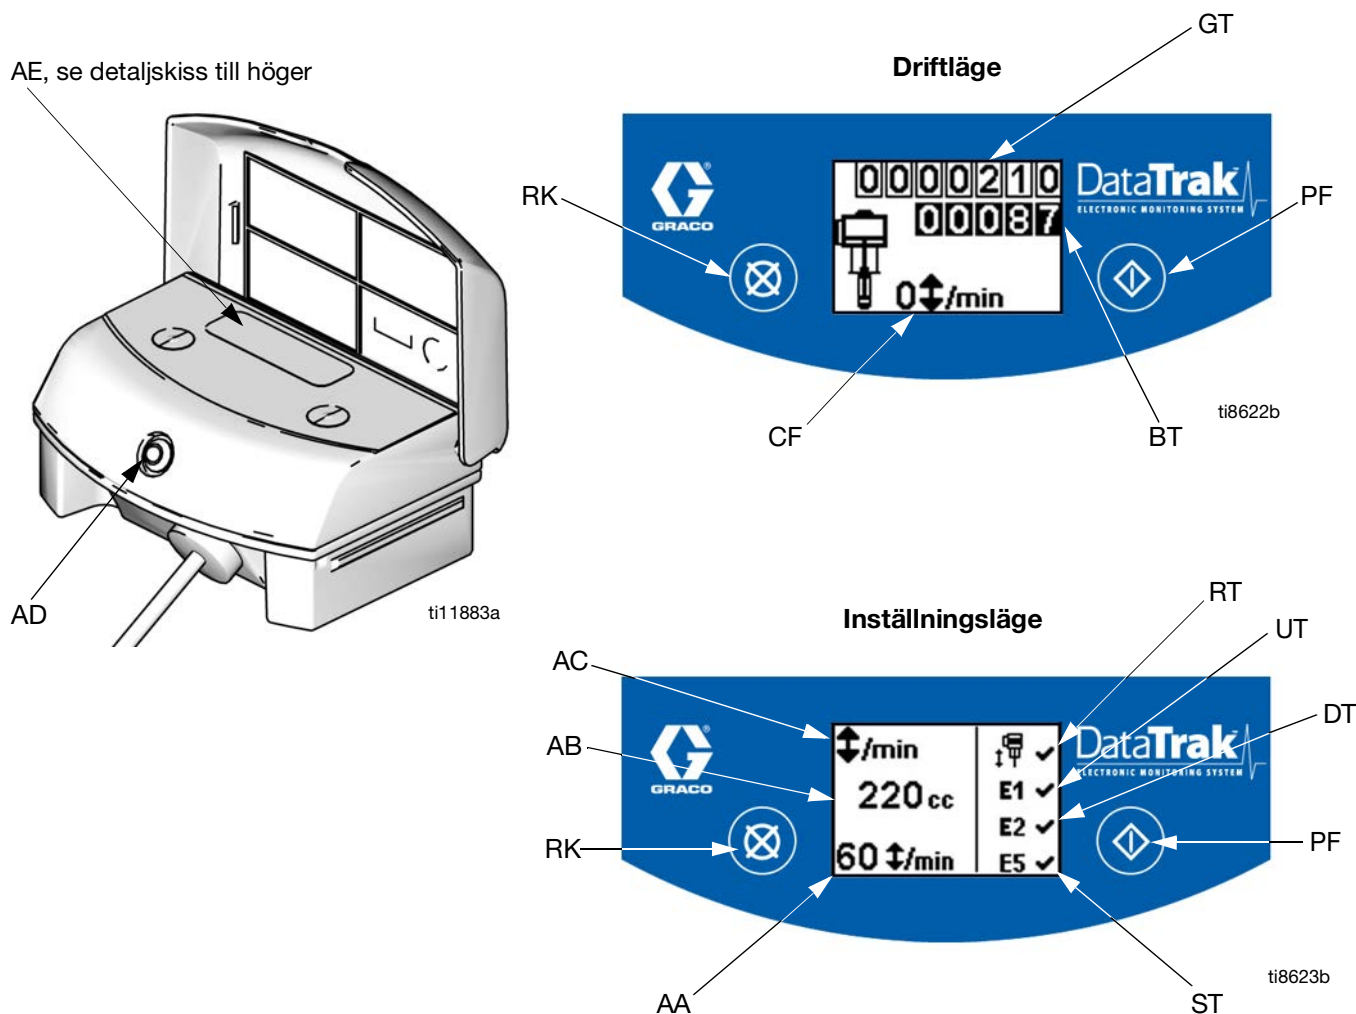

FIG. 8. Reglage och indikatorlampor på DataTrak
Beteckningar för FIG. 8
1. Se FIG. 8. Tryck och håll inne  i fem sekunder tills inställningsmenyn visas.
OBS! När rusningsbegränsningen och felalternativen E1, E2 och E5 är aktiverade, visas  på inställningsbilden. Se FIG. 8.
1. Se FIG. 8. Om pumpen rusar aktiveras rusningsventilen och pumpen stoppas. Lysdioden (AD) blinkar och på displayen (AE) visas att pumpen rusar (se Tabell 1). Displayen kommer att bläddra igenom sex instruktionsskärmar.
2. Rusningsskärm 1 och 2: Stäng huvudluftventilen (E) för att återställa rusningssolenoiden. Vänta tills luftmotorn helt tömts på luft.
3. Rusningsskärm 3 och 4: När avluftningen är klar, tryck på solenoidens frisläppningsknapp (J) för att återställa luftventilen. Knappen hoppar upp igen när luftventilen åter är trycksatt.
5. Öppna huvudluftkranen (E) för att starta om pumpen.
OBS! Gå in i inställningsläge och ställ in rusningsvärdet 0 (noll) eller växla (RT) till av  (se FIG. 8).
1. Se FIG. 8. Tänd displayen med någon knapp och tryck sedan på . Symbolen för flödning/spolning visas på displayen och lysdioden blinkar.
2. I läget för fyllning/spolning är rusningsskyddet och satssummeringen (BT) avstängda. Totalsummeraren (GT) fortsätter att räkna.
Se FIG. 8. Den sista siffran i satssummeringen (BT) representerar tiondelar gallon eller liter. Tänd displayen med någon knapp och tryck sedan och håll in  i tre sekunder så nollställs räknaren.
Se FIG. 8. Displayen (AE) stängs av efter 1 minut av inaktivitet i köräge och efter 3 minuter i inställningsläge. Tryck på en knapp för att starta displayen.
DataTrak kan diagnostisera flera olika problem hos pumpen. När monitorn upptäcker ett problem blinkar lysdioden (AD, FIG. 8) OCH EN DIAGNOSTIKKOD VISAS PÅ DISPLAYEN. SE TABELL 1.